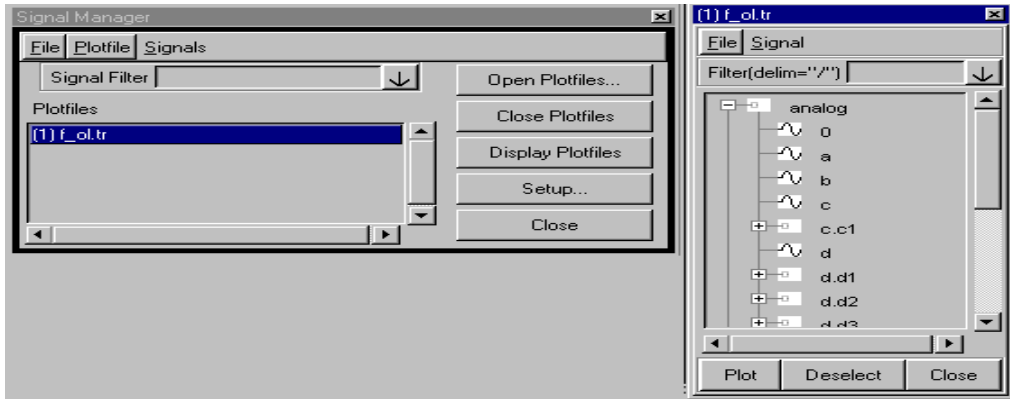

图 12
- 2) 执行以上操作后，在信号管理器的 Plotfiles 栏会出现你所选上的文件，并弹出该文件中的所有信号，如图 12 所示：